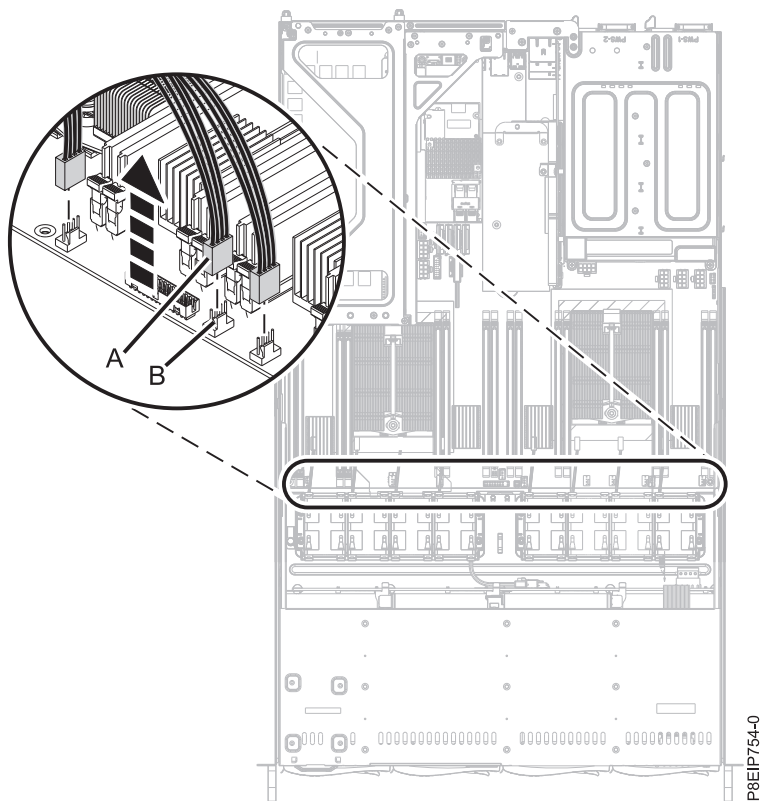

図 13. ファン・ケーブルの切り離し
5. ファン・ケーブルを切り離すには、コネクタ・クリップ **(B)** を解放し、コネクタ **(A)** をシステム・バックプレーンから慎重に引き上げます (17 ページの図 13 を参照)。ワイヤーを引っ張らないでください。ファン・ホルダーを通してケーブルを送ってください。